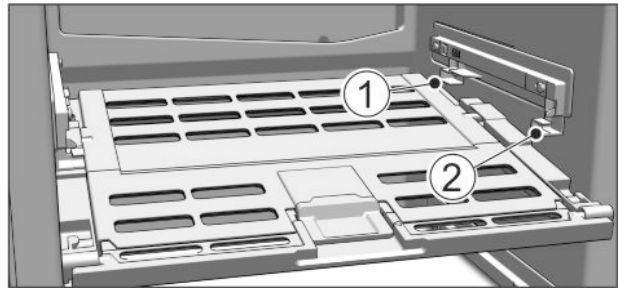

Fig. 51
- ▶ Deksel Fruit & Vegetable-Safe aanbrengen: Dekselranden van onder in de achterste houder Fig. 51 (1) plaatsen en van voren in de houder Fig. 51 (2) klikken.